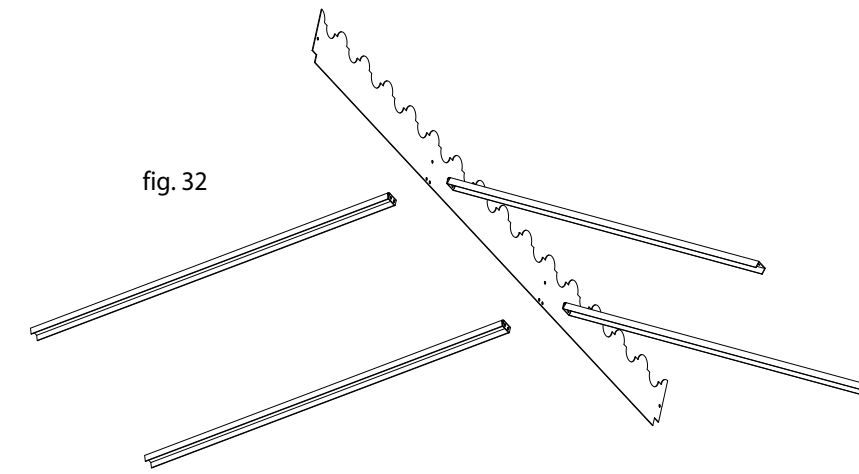
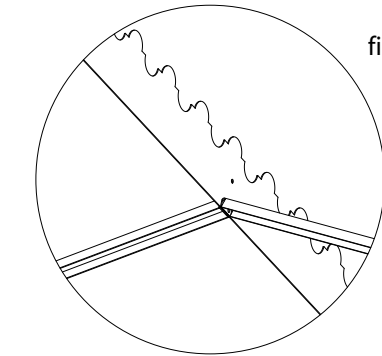

fig. 32
fig. 33
- I** Prendere la trave decorata (cod. KITRA215AU - KITRA285AU - KITRA355AU) e le travi ad "U" (cod. KITRAFIAU) da utilizzare per la copertura della serra (fig. 32). Far coincidere i fori delle travi situati sulla parte inclinata con le forature doppie presenti sulla trave decorata (fig. 33). Inserire le viti nei fori passanti e bloccare le due travi ad "U" su quella decorata con i dadi filettati (figg. 34, 35, 36). Ripetere l'operazione per le altre travi ad "U".
- GB** Take the decorated beam (codes KITRA215AU - KITRA285AU - KITRA355AU) and the "U" beams (code KITRAFIAU) to be used for the greenhouse roof (fig. 32). Match the beam holes located on the sloped part with the double holes on the decorated beam (fig. 33). Insert the screws in the through holes and clamp the two "U" beams to the decorated beam with the threaded nuts (fig. 34, 35, 36). Repeat the operation for the other "U" beams.
- F** Prendre la travée décorée (cod. KITRA215AU - KITRA285AU - KITRA355AU) et les travées en "U" (cod. KITRAFIAU) à utiliser pour la couverture de la serre (fig. 32). Faire coïncider les trous des travées sur la partie inclinée avec les trous doubles situés sur la travée décorée (fig. 33). Insérer les vis dans les trous passants et bloquer les deux travées en "U" sur la travée décorée avec les écrous filetés (fig. 34, 35, 36). Répéter l'opération pour les autres travées en "U".
- E** Tomar la viga decorada (cód. KITRA215AU - KITRA285AU - KITRA355AU) y las vigas en "U" (cód. KITRAFIAU) para la cobertura del invernadero (fig. 32). Hacer coincidir los orificios de la parte inclinada de las vigas con los orificios dobles de la viga decorada (fig. 33). Introducir los tornillos y fijar las dos vigas en "U" en la viga decorada con las tuercas roscadas (fig. 34, 35, 36). Repetir la operación con las otras vigas en "U".
- D** Die Zierstrebe (Art. KITRA215AU - KITRA285AU - KITRA355AU) und die "U"-Profile (Art. KITRAFIAU) die für die Eindeckung des Gewächshauses verwendet werden, nehmen (Abb. 32). Die am schrägen Teil der Streben befindlichen Löcher mit den doppelten Bohrungen an der Zierstrebe zusammenbringen (Abb. 33). Die Schrauben in die durchgehenden Löcher stecken und die zwei "U"-Profile mit den Gewindemuttern an der Zierstrebe befestigen (Abb. 34, 35, 36). Den Vorgang an den anderen "U"-Profilen wiederholen.